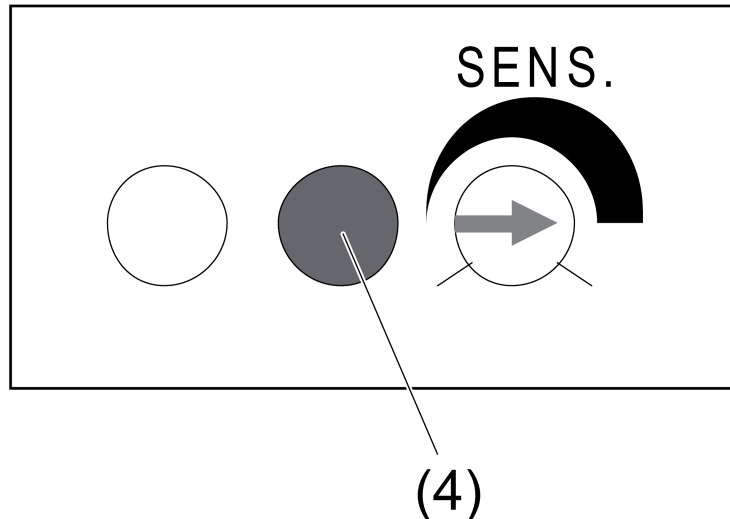

Bild 13
Die rote LED (4) leuchtet für ca. 1 Minute (Bild 13). Danach befindet sich der Wächter für ca. 10 Minuten im Gehtest-/Einlernbetrieb. Dieser wird durch kurzes Blinken der roten LED angezeigt. In diesem Betrieb wertet der Wächter Bewegungen helligkeitsunabhängig aus. Jedes hierbei gesendete Telegramm ist in Funkempfänger einlernbar.